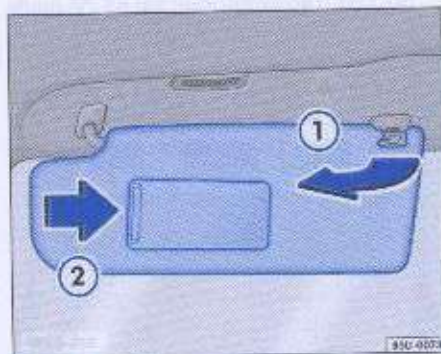

Fig. 70 Parasol del lado del conductor
Los parasoles pueden ser desencajados de sus soportes laterales y desplazados hacia el lado de la ventana → fig. 70 ① -flecha-.
Los espejos de cortesia están protegidos por una tapa de protección corrediza → fig. 70 ② -flecha-. En los vehículos que poseen iluminación para el espejo29), la luz se enciende al abrir y se apaga al cerrar esta tapa o regresar el parasol a la posición de reposo.